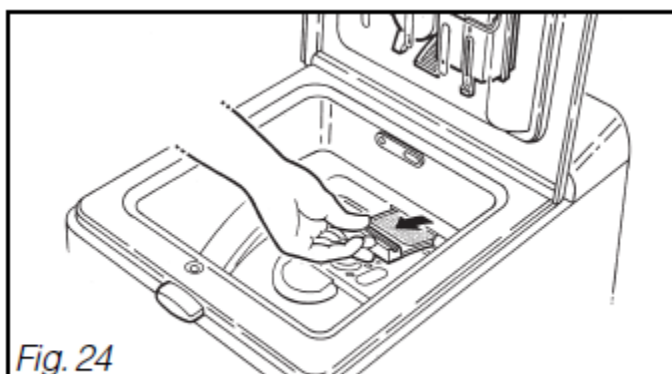

Fig. 24
- Retire o filtro (lado direito ao lado da abertura do tambor) e puxe para si (fig. 24).